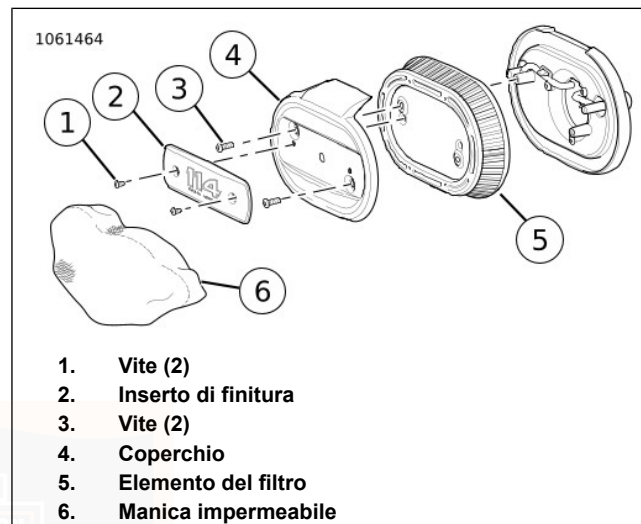

Figura 63. Filtro dell'aria: Ovale
1. Vedere Figura 63. Rimuovere l'inserito della finitura del filtro dell'aria.
- a. Rimuovere le viti dell'inserito della finitura (1).
- b. Rimuovere l'inserito della finitura (2).
- a. Rimuovere le viti (3).
- b. Rimuovere il coperchio (4).
- c. Rimuovere l'elemento del filtro (5).
Se dotato di filtro dell'aria ovale: vedere Figura 63. Quando il tempo è umido o piove, l'acqua può penetrare nel motore a causa dell'esposizione dell'elemento del filtro. Con il veicolo parcheggiato, l'acqua può causare corrosione o danni interni al motore. Durante il moto, l'acqua può causare l'accensione regolare del motore. Quando il tempo è umido o piove, installare la manica anti-pioggia (6) sull'elemento del filtro dell'aria per ridurre al minimo le infiltrazioni d'acqua.
1. Vedere Figura 63. Installare l'elemento del filtro e il coperchio.
- a. Installare l'elemento del filtro (5).
- b. Installare il coperchio (4).
- c. Installare le viti (3). Serrare a 5,7–6,75 N·m (50–60 in-lbs).
- a. Installare l'inserto della finitura (2).
- b. Installare le viti dell'inserto della finitura (1). Serrare a 3–3,6 N·m (27–32 in-lbs).